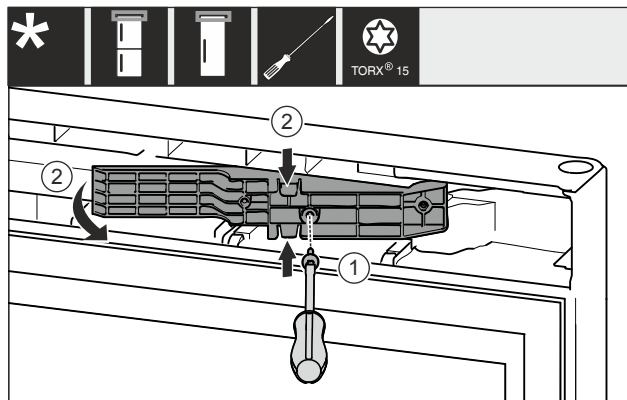

Fig. 12 *
- ▶ Desserrer les vis avec un tournevis T15. Fig. 12 (1)*
- ▶ Sortir l'adaptateur. Fig. 12 (2)*